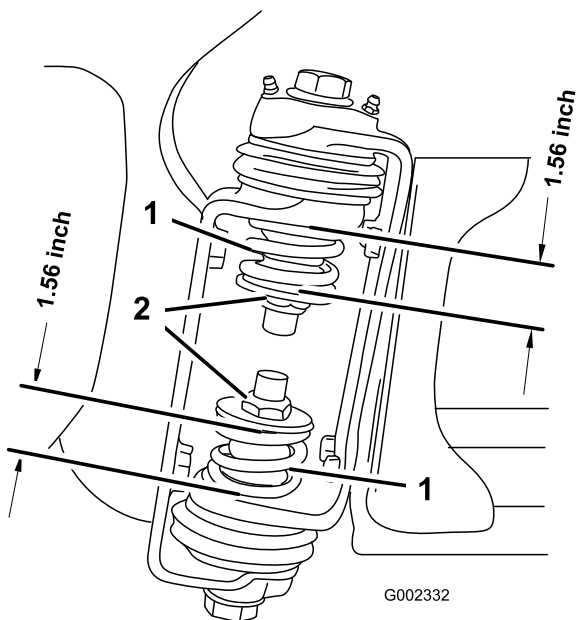

Figura 27
3. All'altezza della cerniera della barra, misurate la compressione delle molle superiori e inferiori mentre le barre sono prolungate (Figura 27).